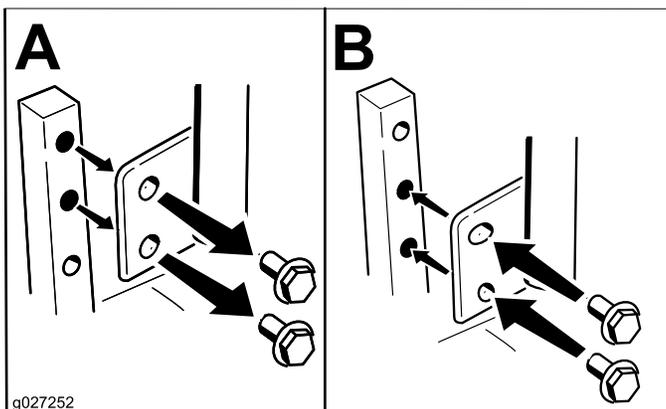

Figura 19
Potete regolare le leve di controllo del movimento più in alto o in basso al fine di ottenere il massimo comfort (Figura 19).
2. Allentate il bullone inferiore appena a sufficienza per ruotare la leva di controllo in avanti o all'indietro (Figura 19).